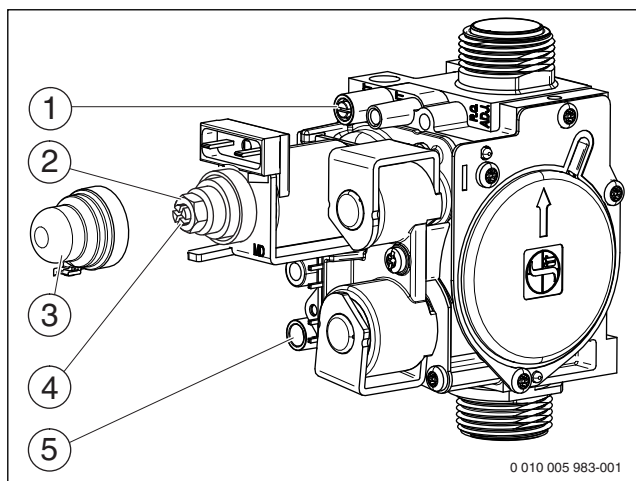

Рис. 32 Газовая арматура
- ▶ Отверните уплотнительный винт штуцера измерения давления на форсунках ( рис.32, [1]) и подсоедините U-образный манометр.
- ▶ Снимите крышку ( рис.32, [3]).
- ▶ Значение «min» давления (мбар) на форсунках приведено в таб. на стр. 42. Установите давление на форсунках регулировочным винтом минимального расхода газа ( рис.32, [4]).
- ▶ Выключите котёл и закройте газовый кран, отсоедините манометр и заверните уплотнительный винт (рис.32, [1]).
- ▶ Отверните уплотнительный винт на штуцере измерения подаваемого давления газа ( рис.32, [5]) и подсоедините манометр.
- ▶ Установите и опломбируйте крышку ( рис.32, [3]).